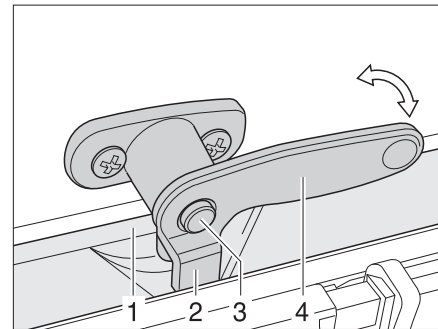

Fig. 60 Levier de verrouillage avec bouton de sécurité en position "fermée"
- Si présent, enfoncer le bouton de sécurité (Fig. 60,3) et le maintenir enfoncé.